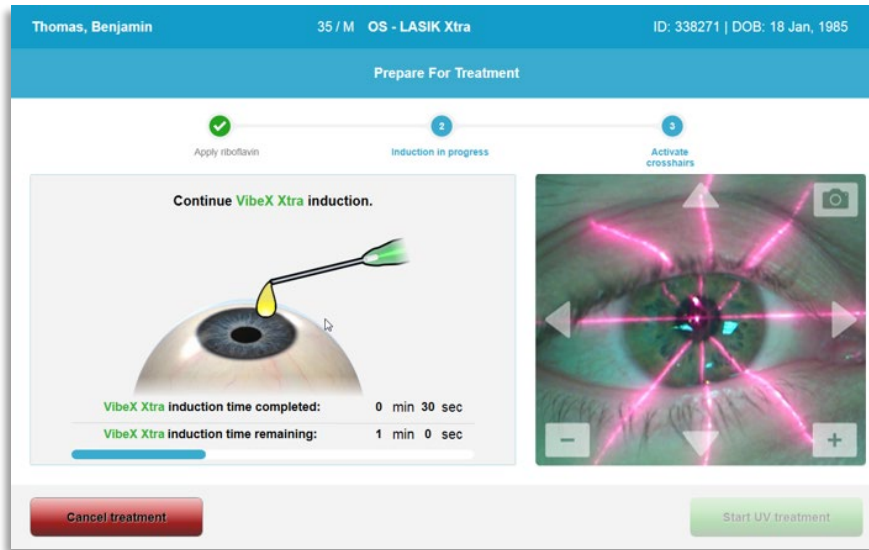

Bild 3-22. Inpassa sikte under induktion
- o Röda laserstrålar för inpassning kommer att aktiveras 30 sekunder före induktionsperiodens slut, vilket visas på bild 3-22.